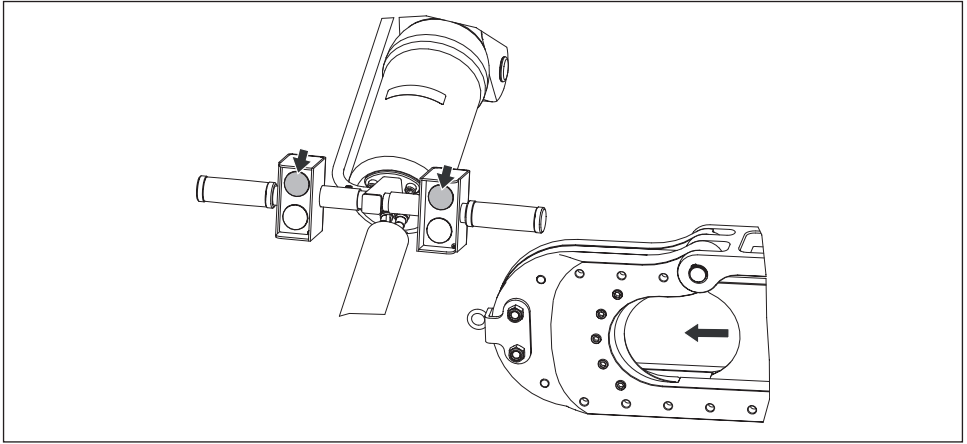

Figura 9, operação - avanço/corte
- Pressione e segure ambos os botões de **avanço** para avançar o pistão e deslizar a lâmina móvel para frente. Veja a Figura 9.